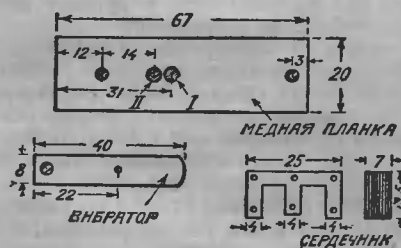
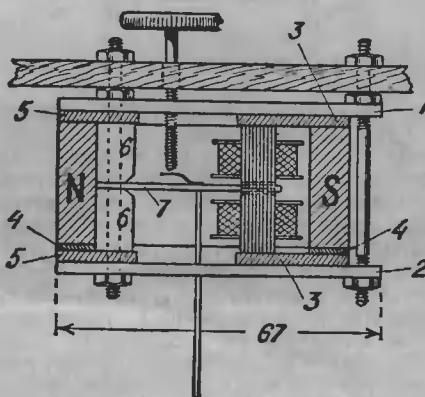

Рис. 2. Размеры деталей.
Рис. 1. Вид механизма говорителя.
Сердечники (рис. 1 и 2) имеют форму буквы Ш, у которой средний стержень немного укорочен. На средний стержень надеваются катушки и между ними колеблется якорек (вибратор). Сердечники складываются открытыми сторонами вплотную: „ЕЭ“.
При складывании сердечников (полюсных наконечников) размер их должен получиться 25×25 мм. Сложенные сердечники укрепляются к полюсу магнита посредством двух железных планок (3), скрепленных между собою медными планками (1—2) и болтиками (рис. 1). Планки (3) берутся размерами примерно 23×25 мм, а планки (5) — 17×25 мм. Но здесь обнаружится, что сердечники шире полюса магнита. Для выравнивания на магнит нужно подложить железную планку (4) (можно и не одну, лишь бы высота была равная). Подкладки лучше приклепать железными заклепочками к крепящим планкам, чтобы при сборке они не выскальзывали. Все железные части должны быть очищены от окалины, ржавчины и пр.
Вибратор (7) изготавливается из 1,5 мм мягкого железа, лучше отожженного, по чертежу рис. 1 (8). Крепится он между двумя „сухариками“ (6—рис. 2). Для изготовления „сухариков“ берется железо, из которого вынимается брусочек 10×8 мм и длиной в ширину вашего магнита; на расстоянии 11,5 мм от одного конца брусочек распиливается. Предварительно брусочек нужно просверлить вдоль; отверстие должно быть в центре и такого диаметра, чтобы в него проходил болт, который потом скрепит сухарики и вибратор. Стороны сухариков, располагающиеся ближе к полюсным наконечникам, должны быть слегка заважены, чтобы вибратор имел более свободное качание. Сухарики со вложенным между ними вибратором крепятся также железными планками и для выравнивания с высотой полюсных наконечников ставится прокладка (4).
Когда у вас изготовлены все вышеописанные детали, все они крепятся двумя болтами между двумя медными планками, (1) которые, кроме отверстий для болтов, имеют еще по одному отверстию: в одной для шпильки (I); а в другой (II) — с винтовой нарезкой для регулирующего винта (рис. 2 — на нем совмещены размеры для обеих планок).
Остальное, что нужно сделать, понятно из рис. 1.